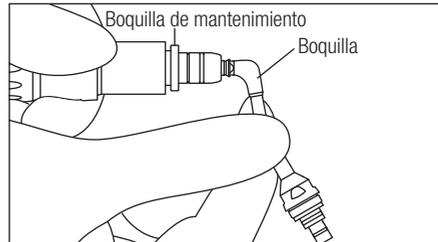

Fig. 16
- 5) Conecte la boquilla de mantenimiento al extremo de la boquilla (Fig. 16) y póngalo en funcionamiento sólo con aire. Al hacerlo eliminará el polvo residual que haya podido quedar en la boquilla.